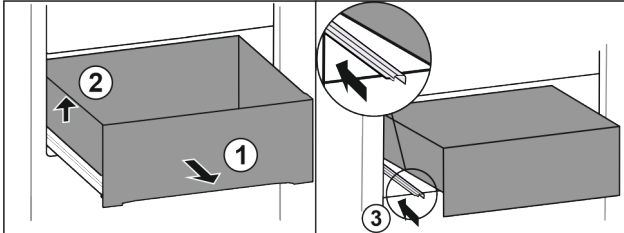

Fig. 74
- ▶ Vedä vetolaatikkoa ulos vasteeseen saakka. Fig. 74 (1)
- ▶ Nosta vetolaatikkoa vasemmalta. Fig. 74 (2)
- ▶ Työnnä vasen kisko paikalleen. Fig. 74 (3)